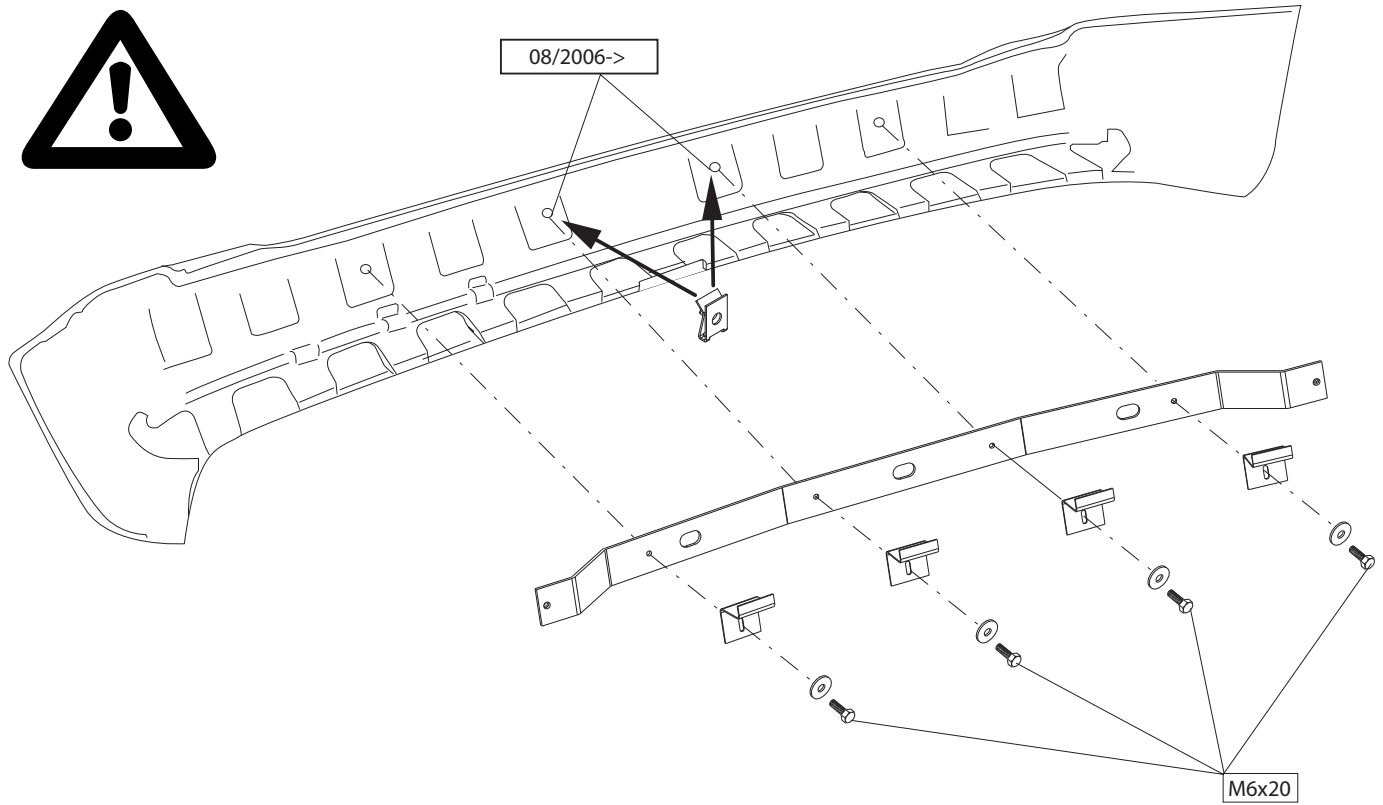

Fig. 3
7. "Fissare i supporti interni del paraurti all'organo di traino. (Vedere Fig. 3).
7. Zamontować dostarczony zderzak wewnętrzny do haka. (rys.3).